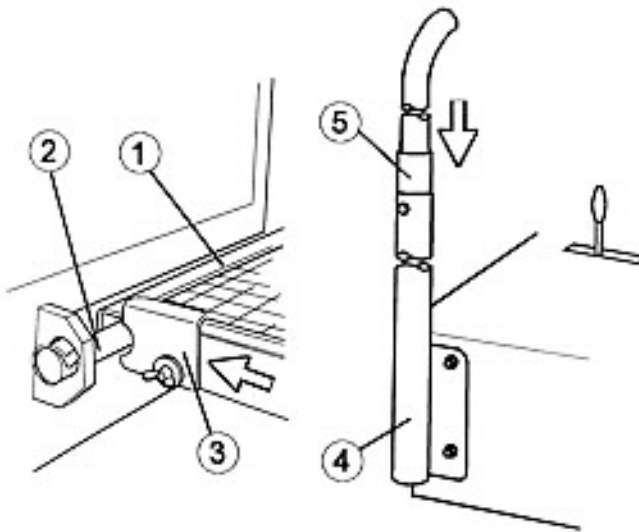

Bild 13 / Fig. 13
- ⇒ Secure the platform (fig.13, pos.1) on the guide bar located on the main undercarriage (fig.13, pos.2).
- ⇒ Position the two locking plates (fig.13, pos.3) to the right and left hand sides and screw them on.
- ⇒ Screw the lower part of the securing bar (fig.13, pos.4) to the control panel for the hydraulic system.
- ⇒ Fit the upper part of the securing bar (fig.13, pos.5) on the lower part; screw it to the lower part.
- ⇒ Accrocher la plate-forme (fig.13, pos.1) sur la barre de guidage située sur la traverse centrale (fig.13, pos.2).
- ⇒ Pousser en avant les deux plaques d'arrêt (fig.13, pos.3), celle de droite et celle de gauche, et les visser.
- ⇒ Visser la partie inférieure de la barre de sécurité (fig.13, pos.4) sur le pupitre de commande du système hydraulique.
- ⇒ Mettre la partie supérieure de la barre de sécurité (fig.13, pos.5) sur la partie inférieure. Visser la partie supérieure sur la partie inférieure.
- ⇒ Podest (Bild 13, Pos. 1) in die Führungsstange an der Mitteltraverse (Bild 13, Pos. 2) einhängen.
- ⇒ Beide Sicherungsplatten (Bild 13, Pos. 3) links und rechts vorschieben und festschrauben.
- ⇒ Sicherungsstange-Unterteil (Bild 13, Pos. 4) am Hydrauliksteuerkasten anschrauben.
- ⇒ Sicherungsstange-Oberteil (Bild 13, Pos. 5) auf Unterteil aufsetzen und mit Unterteil verschrauben.